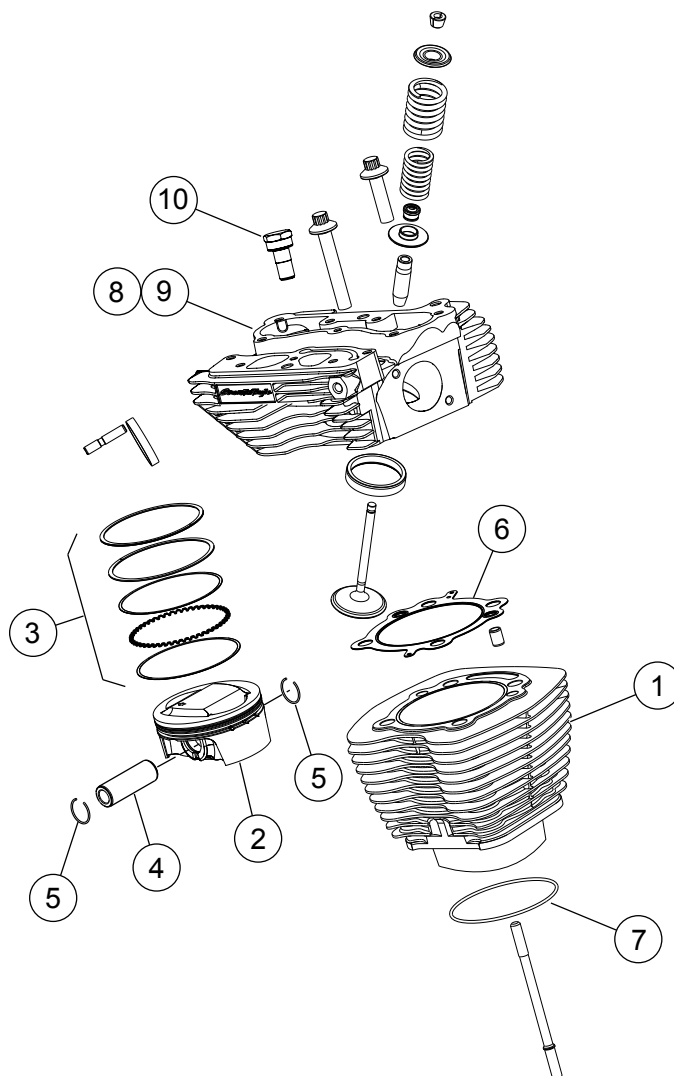
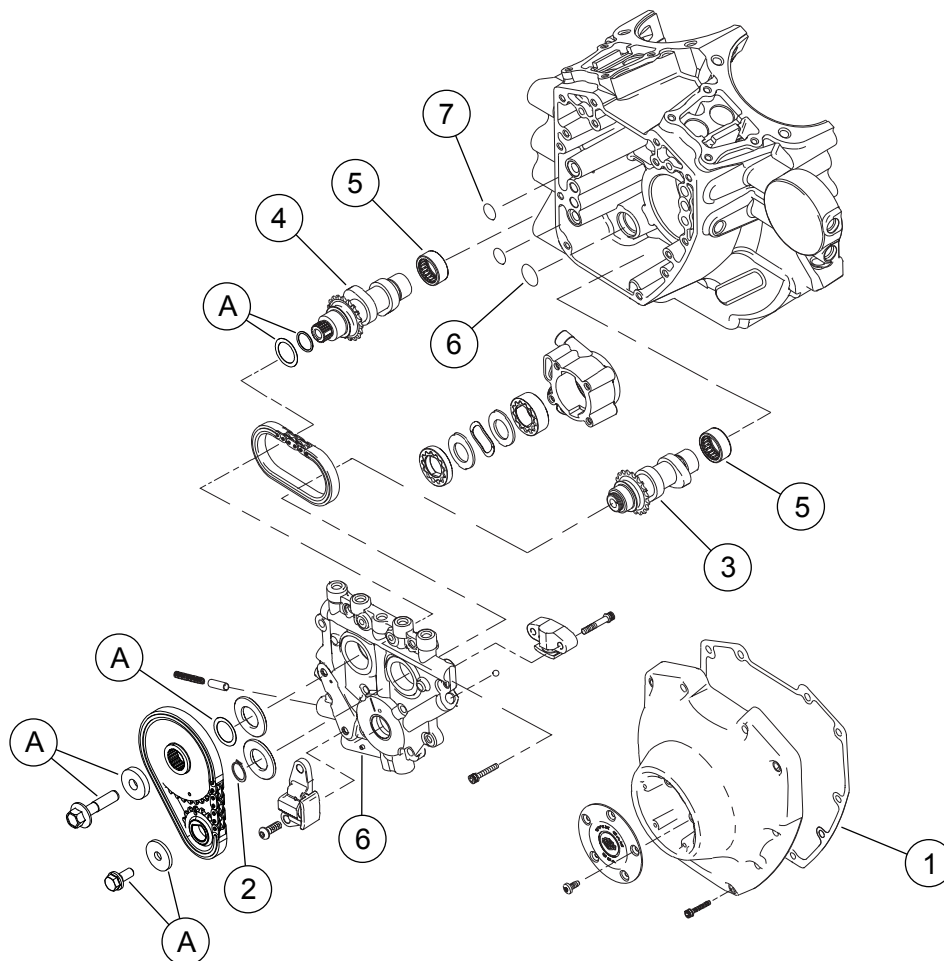

Figura 1. Componente de service: Kit Etapa 4 Screamin' Eagle Pro TC 103 (1690 cc)
Figura 3. Componente de service: Kit Etapa 4 Screamin' Eagle Pro TC 103 (1690 cc)
Consultați Figura 1 pentru Figura 3 și Tabelul 1 pentru Tabelul 3.
1. Consultați Figura 3. Inspectați rulmenții cu ace ai arborelui cu came (5) și înlocuiți-i dacă este necesar.
2. Consultați Figura 1 până la Figura 3 . Asamblați camele pe placă, chiulasele de performanță și capătul superior al motorului folosind piesele din kit. Consultați secțiunile corespunzătoare despre MOTOR din manualul de service.